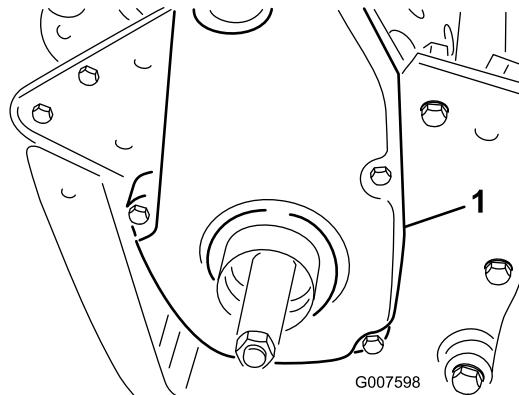

図 36
- ベルトカバー取り付けネジを外してカバーを取り、ベルトを露出させる（図 36）。